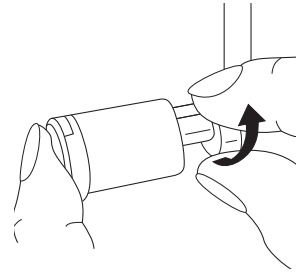

Abb.92
- Stellen Sie das bewegliche Obermesser **13** in Ruhestellung (Abb. 92). Die Textilie wird nicht beschnitten bei dieser Art von Naht.